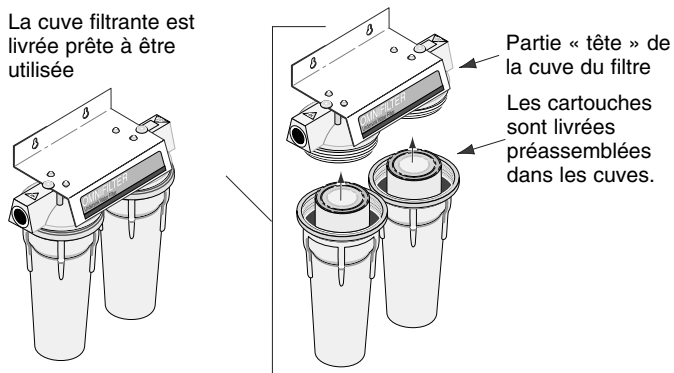

Figure 6
10. La cartouche filtrante est livrée posée dans la cuve du filtre. Se reporter à la Figure 6 pour connaître les composants de la cartouche filtrante.